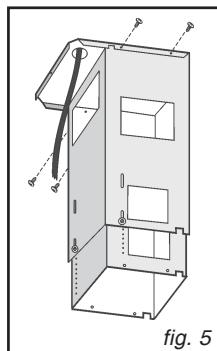
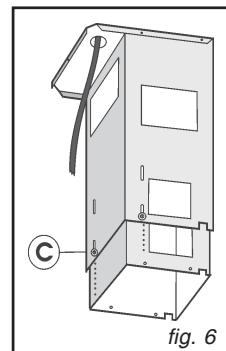
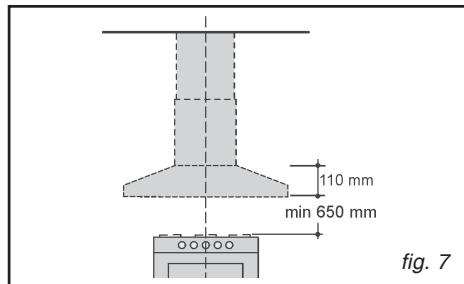

fig. 5
fig. 6
fig. 7
udluftningsrøret inde i teleskoprøret, og den elektriske forbindelse inde i det relevante hul i bøjlen (Fig. 5). Juster højden af teleskoprøret ved brug af de fire fastspændingsskruer C (Fig. 6), og sørge for, at afstanden mellem emhætten og kogepladen er mindst på 650 mm (Fig. 7), da selve emhættens højde er på 110 mm.
- Fastspænd teleskoprøret til bøjlen ved brug af de 4 (medleverede) skruer, ved at indføre den elektriske forbindelse inde i det relevante hul i bøjlen (Fig. 5). Juster højden af teleskoprøret ved brug af de fire fastspændingsskruer C (Fig. 6), og sørge for, at afstanden mellem emhætten og kogepladen er mindst på 650 mm (Fig. 7), da selve emhættens højde er på 110 mm.